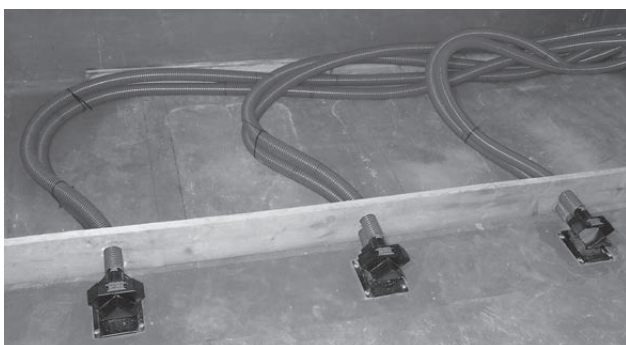

Fig. 23 Raccorder les sondes
- ▶ Fixer les tuyaux étiquetés sur les raccords correspondants des sondes. Les torons de mise à la terre doivent être en contact avec les raccords. Fixer les tuyaux à l'aide des colliers – Fig. 23.